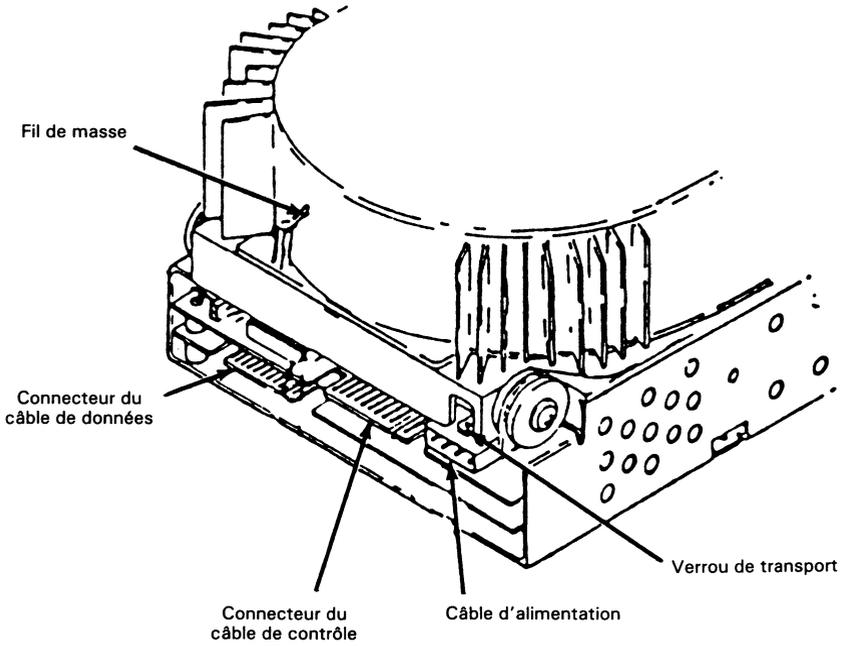

Figure 2
6. Raccordez les câbles de contrôle et de données à l'unité de disque comme indiqué sur la Figure 2.
7. Raccordez le câble d'alimentation et le fil de masse de l'unité de disque comme indiqué sur la Figure 2.